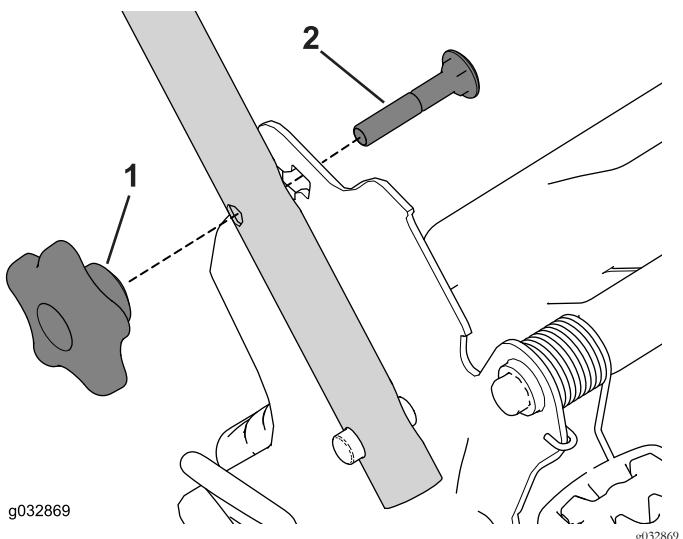

Figura 29
1. Togliete e conservate le 2 manopole della stegola e i 2 bulloni a testa tonda dalle staffe della stegola (Figura 29).